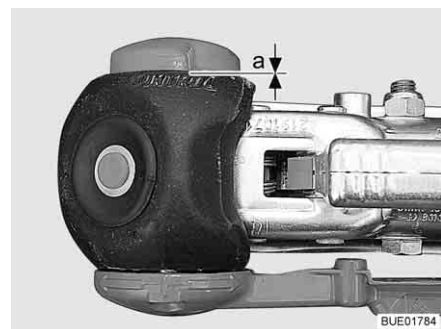

Bild 209 Verschleißkontrolle
- Abstand $a = 0$ (Bild 209): Reibbeläge kontrollieren und ggf. austauschen.